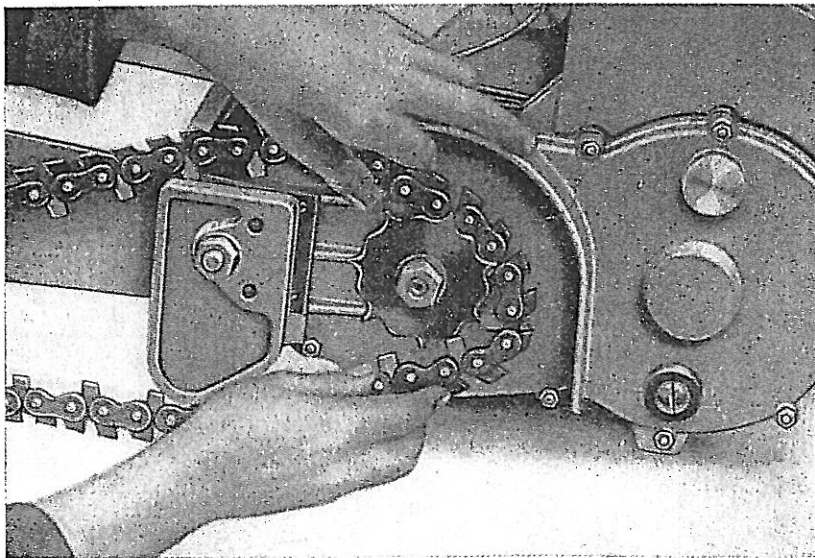
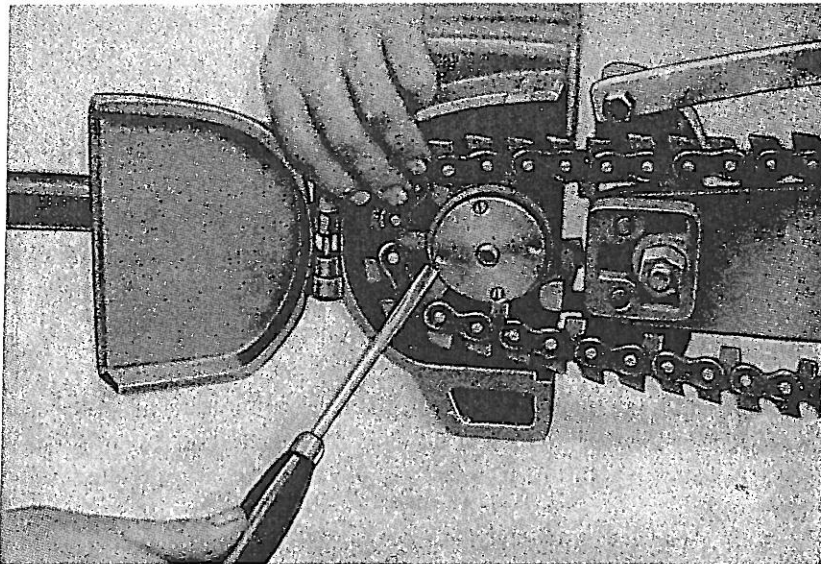

Abb. 7 Auflegen der Motorkette motorseitig
Abb. 8 Auflegen der Sägekette im Schienenkopf mit Hilfe eines Schraubenziehers
Die einzelnen Teile werden vom anhaftendem Schutzfett usw. gesäubert. Erst dann wird die Führungsschiene auf die beiden Stehbölzen (12) am Getriebegehäuse bzw. Schienenkopf aufgesteckt, der Baumanschlag (13) einschl. Schrauben, Federringe und Muttern aufgelegt bzw. eingesteckt und die Muttern fest angezogen. Ebenso wird die Schutzschiene (14) angebracht. Dann wird die Sägekette so aufgelegt, daß die Schneidzähne an der unteren Seite der Führungsschiene in Motorrichtung zeigen (siehe Abb. 7 u. 8).
Die Sägekette wird zuerst in die obere Nut der Führungsschiene eingelegt. Dann wird zunächst die Kette auf das Kettenantriebsrad (15), Abb. 7, formschlüssig aufgebracht und zum Schluß über die im Schienenkopf befindliche Kettenumlaufrolle aufgelegt (siehe Abb. 8). Zu beachten ist, daß mittels des drehbaren Handgriffes (11) das Mittelteil des Schienenkopfes motorseitig verschoben wird, daß die Sägekette ohne Schwierigkeiten aufgelegt werden kann. Vor dem drehbaren Handgriff (11) befindet sich der Raststift (16), der während des Betriebes den Handgriff vor unerwünschten Verdrehungen sichert. Es kann erst dann der Handgriff (11) gedreht werden, wenn der Raststift (16) herausgezogen und durch eine Drehung um  $90^\circ$  festge-
ist. Beim Auflegen von neuen Sägeketten kann ein Schraubenzieher zu Hilfe genommen werden (siehe Abb. 8). Ist die Sägekette aufgelegt, wird sie durch Rechtsdrehen des Handgriffes (11) gespannt. Die Spannung ist richtig ausgeführt, wenn sich die Kette in der Mitte der Führungsschiene ca. 20 mm abheben läßt. Zu fest gespannte Ketten bewirken einen vorzeitigen Verschleiß von Führungsschiene, Sägekette, Antriebsrad und Umlaufrolle, desweiteren steigt der Kraftstoffverbrauch an. Notwendig ist es, eine laufende Überprüfung der Sägekettenspannung vorzunehmen, insbesondere bei neuen Ketten, die sich besonders längen.